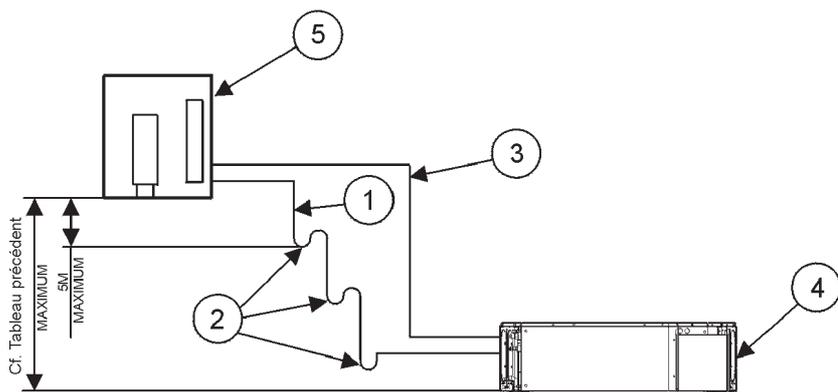
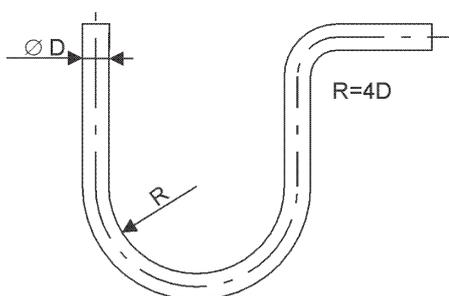

Fig. 19. Unité extérieure installée à un niveau supérieur à celui de l'unité intérieure
Fig. 20. Rayon de la courbure du siphon d'huile
Les options qui se présentent quant à la position de l'unité extérieure par rapport à l'unité intérieure sont décrites schématiquement dans les fig. 19, 20, 21 et 22.
- L'unité extérieure est installée à un niveau supérieur à celui de l'unité intérieure (cf. fig. 19). Ce type d'installation requiert un siphon d'huile dans la conduite d'aspiration. Le siphon d'huile sera placé au point où la section verticale du tuyau commence à plier pour continuer horizontalement à partir de ce point. Le rayon de la courbure à l'endroit du siphon d'huile doit être le plus petit possible (cf. fig. 20). Le tube d'aspiration, qui se situe en position horizontale, devra présenter une inclinaison de 0.5% en direction de l'unité extérieure.